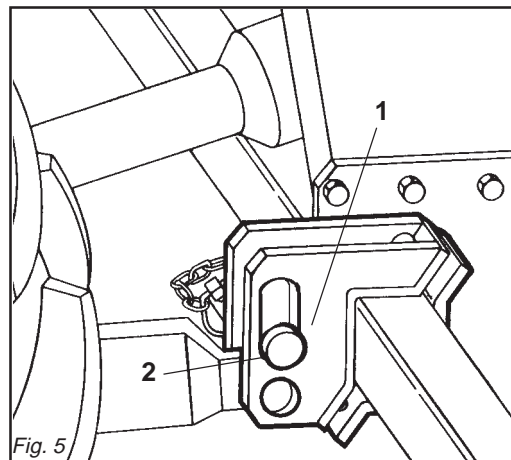

Fig. 5
In base alle dimensioni specifiche di questi 2 tipi di attacchi dei trattori è necessario determinare la posizione più favorevole della zappatrice spostando opportunamente sul tubo quadro le piastre (1 Fig. 5) e inserendo i perni (2 Fig. 5) nei fori corrispondenti al giusto diametro delle parallele del trattore.
Le piastre (1 Fig. 5) vanno montate sempre e solo come mostrato in Fig. 5 con i fori posizionati anteriormente al tubo quadro.
Depending on the precise dimensions of these two types of hitches, find the best position for the cultivator by moving the plates (1 Fig. 5) along the square tubular and inserting the pin (2 Fig. 5) in the holes corresponding to the correct diameter for the tractor's parallel arms.
The plates (1 fig. 5) must always and only be mounted as shown in Fig. 5 with the holes towards the front of the square tubular.
Aufgrund der spezifischen Abmessungen dieser beiden Schlepperanschlüsse kann man die günstigste Position der Hackfräse festlegen, indem man die Platten (1 Abb. 5) auf dem Vierkantrohr verschiebt und die Bolzen (2 Abb. 5) in die entsprechenden Bohrungen mit dem richtigen Durchmesser auf dem Schleppergestänge einsteckt.
Die Platten (1 Abb. 5) dürfen nur und ausschließlich so montiert werden, wie es in Abb. 5 gezeigt ist, nämlich mit den Bohrungen, die vor dem Vierkantrohr angeordnet sind. Der Hersteller haftet nicht für die Beschädigung der Hackfräse oder des Schleppers infolge der Nichtbeachtung dieser Angabe.
En fonction des dimensions spécifiques de ces deux types d'attelages des tracteurs il faut déterminer la position la plus favorable de la houe en déplaçant, sur le tube carré, les plaques (1 Fig. 5) et introduire les axes (2 Fig. 5) dans les trous correspondant au bon diamètre des parallèles du tracteur.
Les plaques (1 Fig. 5) doivent obligatoirement être montées comme illustré dans la Fig. 5 en utilisant les trous placés à l'avant du tube carré. Le constructeur décline toute responsabilité pour les ruptures sur la houe ou sur le tracteur dérivant de l'inobservation de cette prescription.
En relación a las dimensiones específicas de estos dos tipos de enganche de los tractores hace falta determinar la posición más favorable de la binadora desplazando oportunamente en el tubo cuadrado las placas (1 Fig. 5) e introduciendo los pernos (2 Fig. 5) en los orificios correspondientes al correcto diámetro de las paralelas del tractor.
Las placas (1 Fig. 5) deben ser montadas siempre y solamente según lo indicado en la Fig. 5 con los orificios posicionados delante del tubo cuadrado. La firma constructora no es responsable de rupturas en la binadora o en el tractor originadas por falta de respeto de esta indicación.
- 1 - Accostare le parallele del sollevatore ponendole all'interno delle piastre (1 Fig. 5), inserire il perno (2 Fig. 5) nel foro predisposto e bloccare con le copiglie a scatto.
- 1- *Near the lift bars, setting them in the most suitable plates (1 Fig. 5). Insert the pin (2 Fig. 5) into the relative hole and lock in place with the snap-in split pins.*
- 1- Die Lenker des Krafthebers annähern und in die am besten geeigneten Platten schieben (1 Abb. 5). Den Bolzen (2 Abb. 5) in das Loch stecken und mit dem einrastenden Splint blockieren.
- 1- *Approchez les barres du relevage en les plaçant à l'intérieur des plaques les plus appropriées (1 Fig.5), introduisez l'axe (2 Fig. 5) dans le trou correspondant et bloquez par les goupilles à encastrement.*
- 1- Acercar las barras del elevador poniéndolas dentro de las placas más indicadas (1 Fig. 5), introducir el perno (2 Fig. 5) en el orificio y bloquear con los pasadores de resorte.